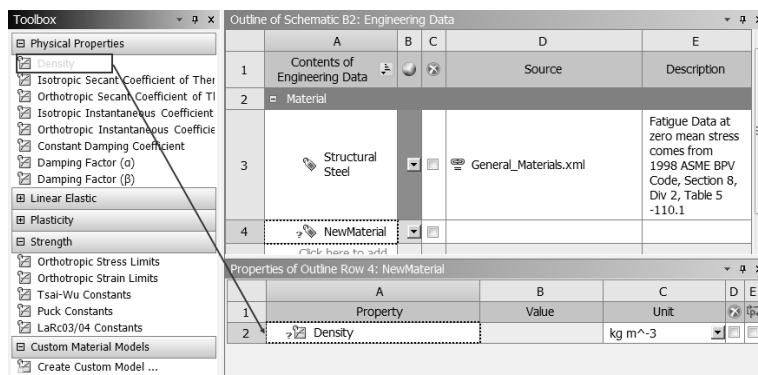

图 10-13 添加密度属性
Step3：如图 10-13 所示，将 Toolbox（工具箱）中的 Physical Properties Density 属性直接拖到右下侧的 A2（Property）栏中。